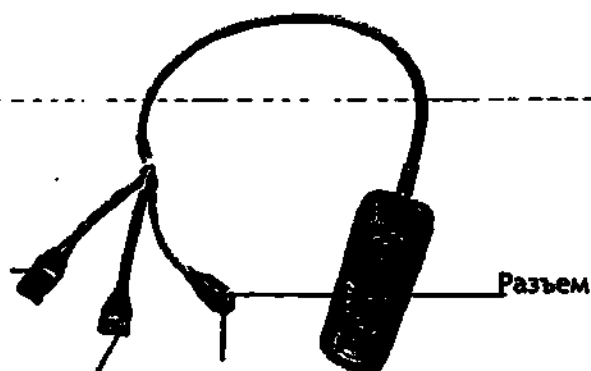

Рисунок 2
5. Соедините энергетические разъемы - черный к черному, красный к красному (рис. 2).